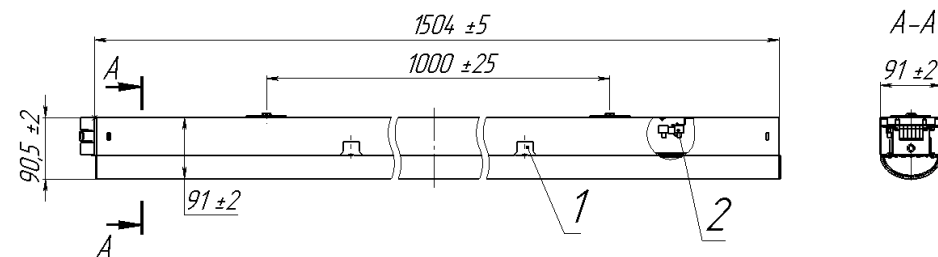

Рисунок 1
2.1 Светильники серии GALAD Маркет ПРО LED-45 (рисунок 1) предназначены для освещения общественных зданий, торговых рядов, фойе, коридоров. Светильники устанавливаются в световую линию и, соединённые между собой, представляют конструкцию любой длины (как и при использовании дополнительных аксессуаров).